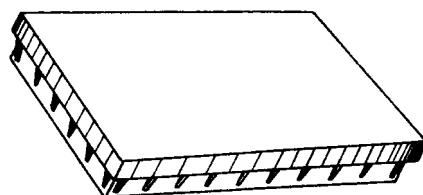

图 2-1 划线平板
(1) 划线平板 见图 2-1 划线平板，由铸铁制成，工作表面经过精刨或刮削加工，作为划线时的基准平面。